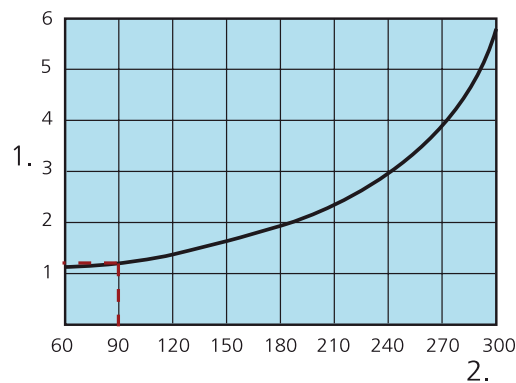

Рис. 3. Поправочный K для отклоненной струи
- Значение dB(C) на 6-9 dB выше, чем dB(A).
- Поправочный K для отклоненной струи, см. стр. 9, рис. 3.
- Значения dB(A) для помещения нормального шумопоглощения (4 dB).